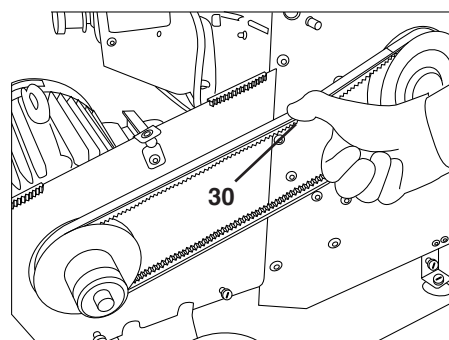

Figure 24
La courroie (30) est correctement tendue quand vous enfoncez la courroie de 10 mm environ avec le pouce (« Figure 24 »).
Tendre la courroie (30) jusqu'à pouvoir enfoncer la courroie de 10 mm environ avec le pouce (« Figure 24 »).